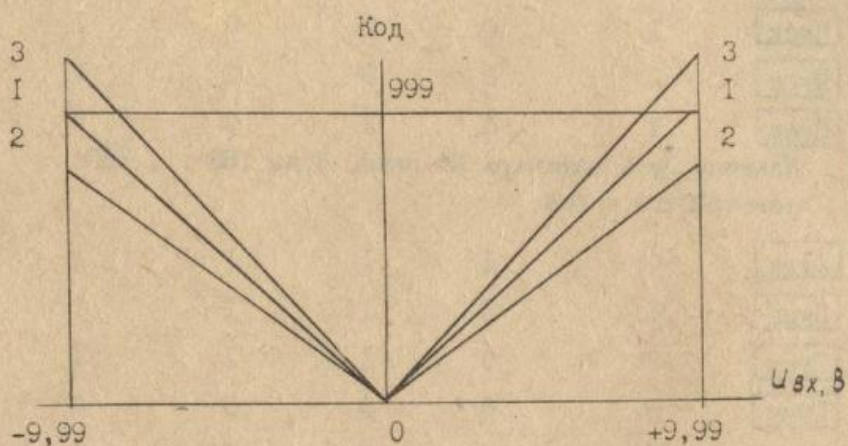

Рис. 2
2.1.1. На рис. 2 приведена зависимость выходного кода кассеты АЦП от входного напряжения при различном положении потенциометра регулировки.